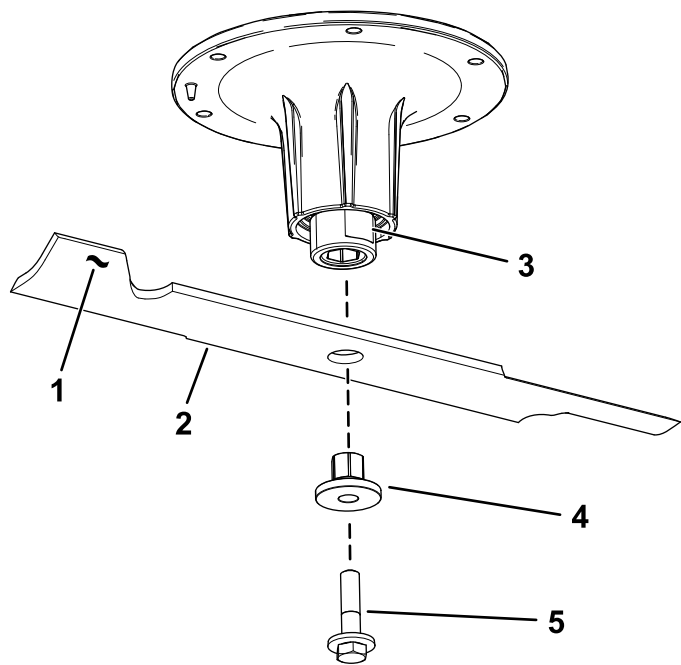

Figura 101
2. Retire el perno de la cuchilla, el buje y la cuchilla del eje (**Figura 101**).